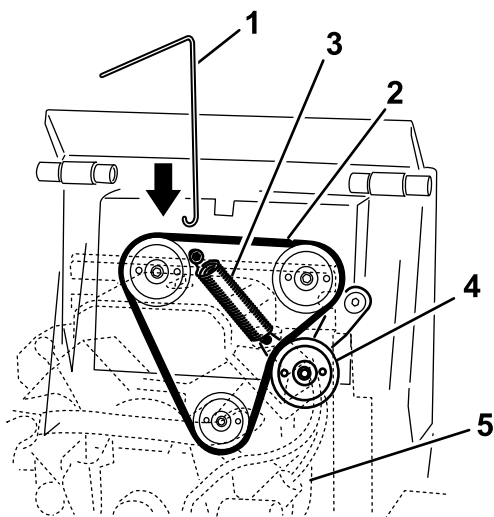

Figure 52
4. Accrochez le crochet de l'outil de dépose au crochet du ressort de la poulie de tension, et décrochez le ressort du goujon, comme montré à la Figure 52.